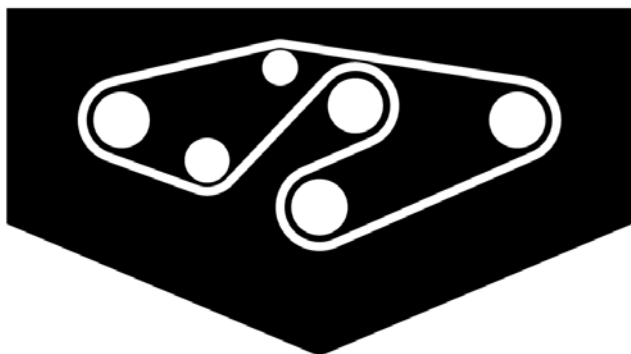

Figura 35
4. Pase la correa nueva alrededor de las poleas de los ejes y del conjunto de la polea tensora, según muestra la figura 35.